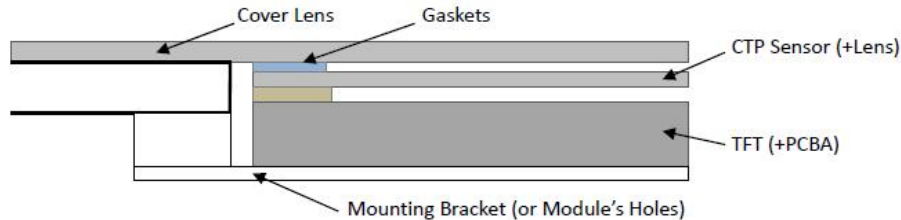

Figure 3
8.2 Additional Cover Lens Mounting (Figure 3)
8.2 覆加盖板（附图 3）